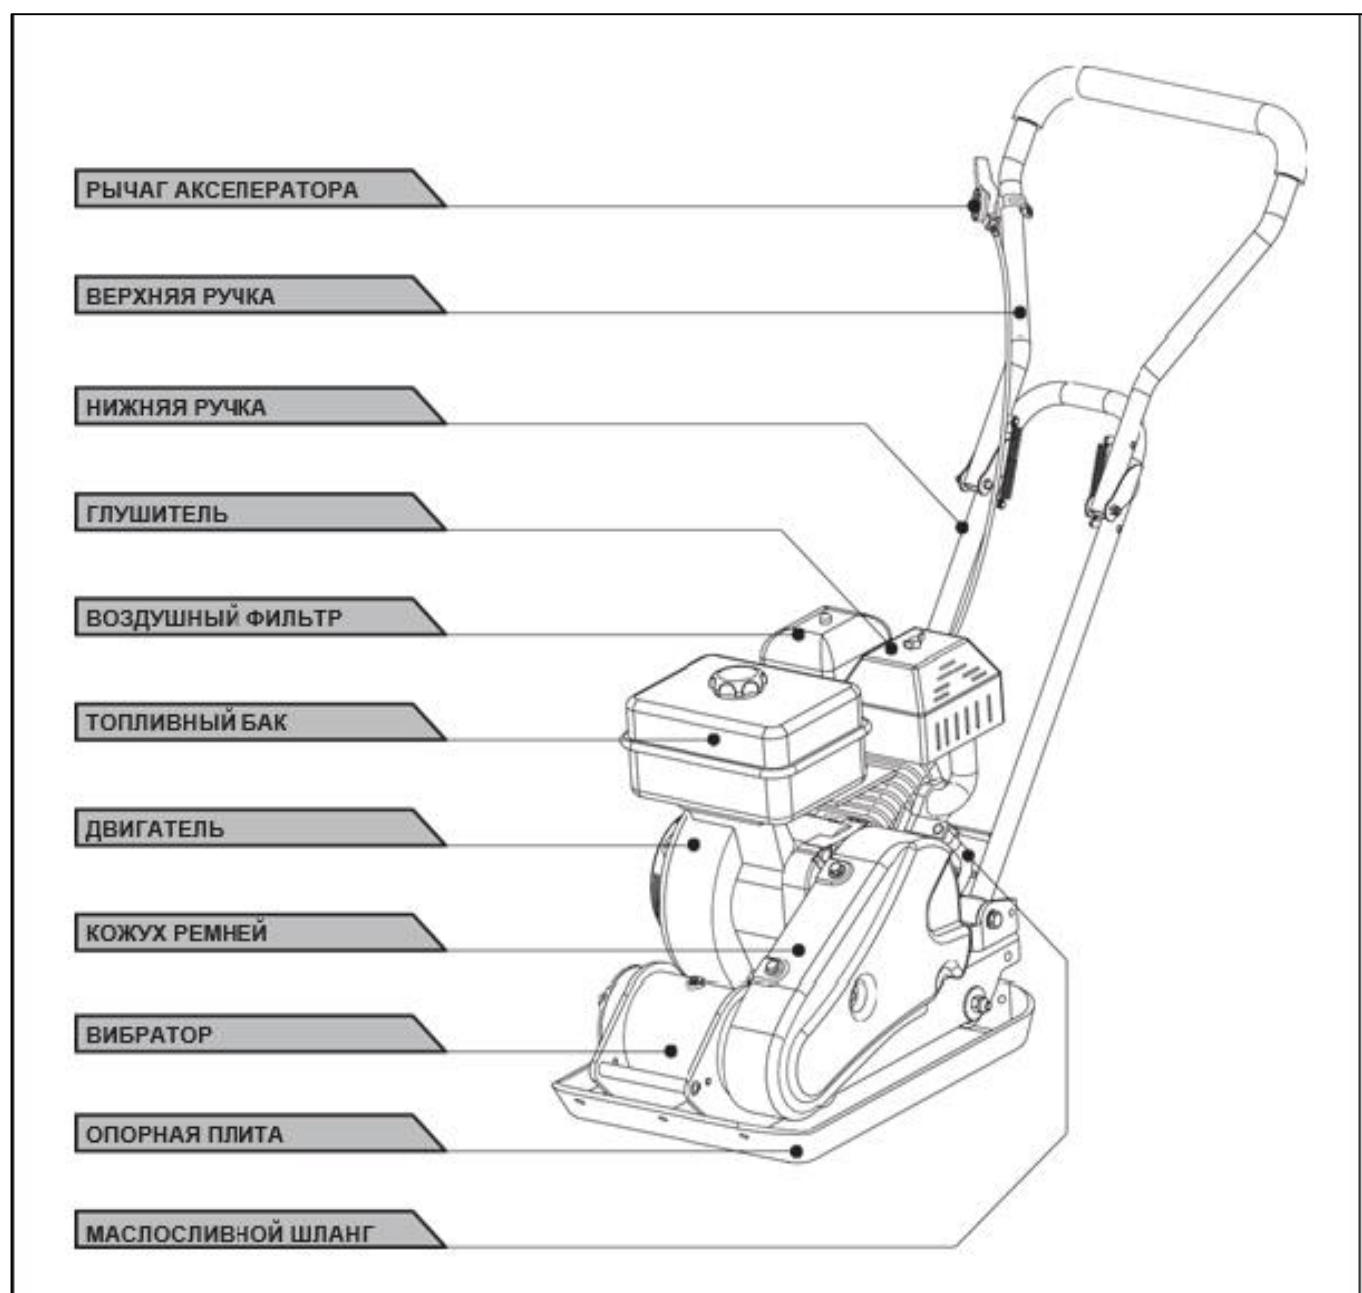
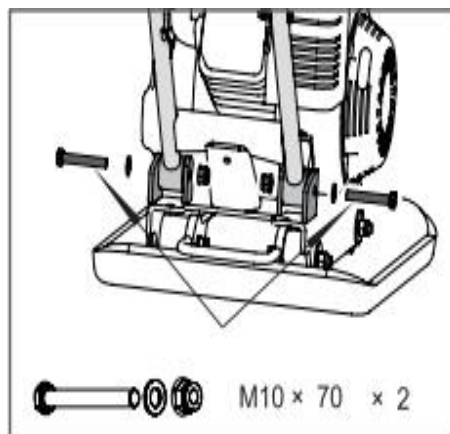

Рис. 1
Рис. 3 Установка рабочей рукоятки
Расположение основных узлов и органов управления представлено на Рис. 1.
Виброплита поступает практически в собранном состоянии. Для окончательной сборки необходимо извлечь распылитель из коробки. Проверить соединения в соответствии с Рис. 1 (при необходимости затянуть). Установить рабочую рукоятку (Рис. 3).
2. Совместите отверстия в нижней части рабочих рукояток и кронштейнах рамы виброплиты. Вставьте в отверстия болты M10x70 из комплекта крепежа и зафиксируйте их гайками (Рис. 3). M10 × 70 (× 2) M5 (× 1)